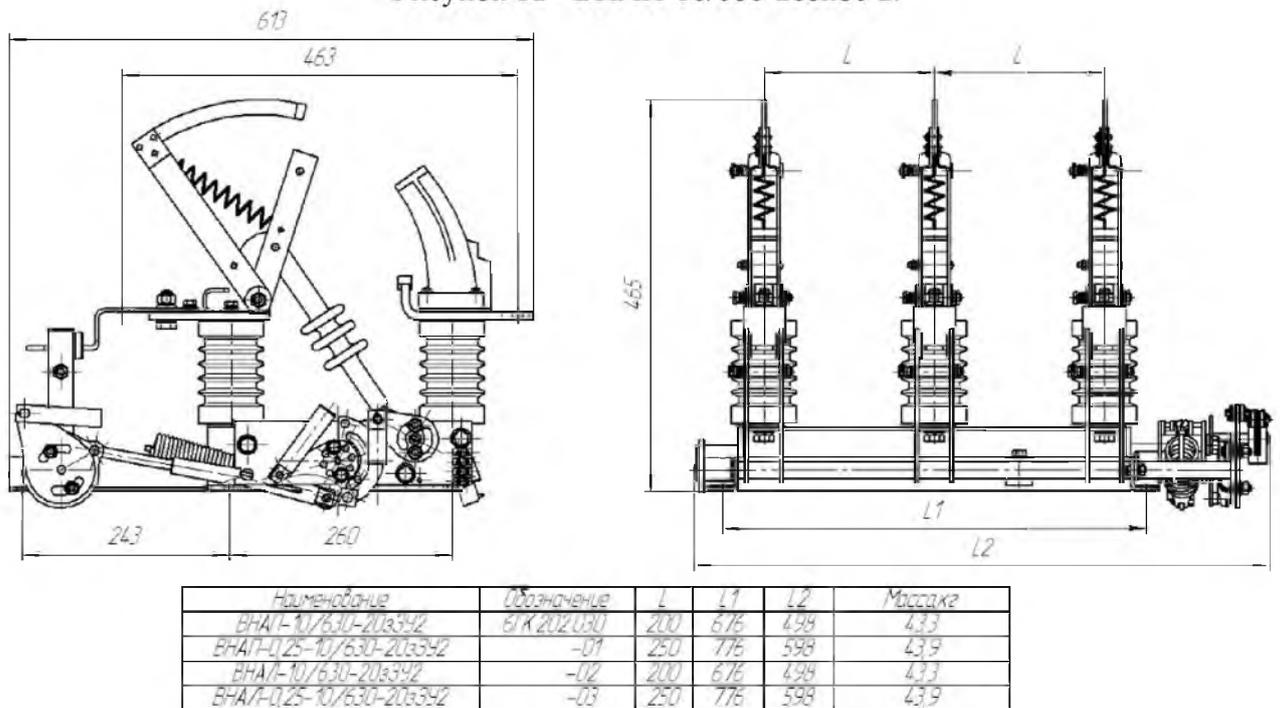

Рисунок 13 - ВНА-10/630-20з-3пУ2.
3. 10 Выключатели нагрузки с индексом «Пр» управляются шестигранным рычагом (рисунок 13), который в поставку заводом не входит, но может быть поставлен при отдельном заказе.